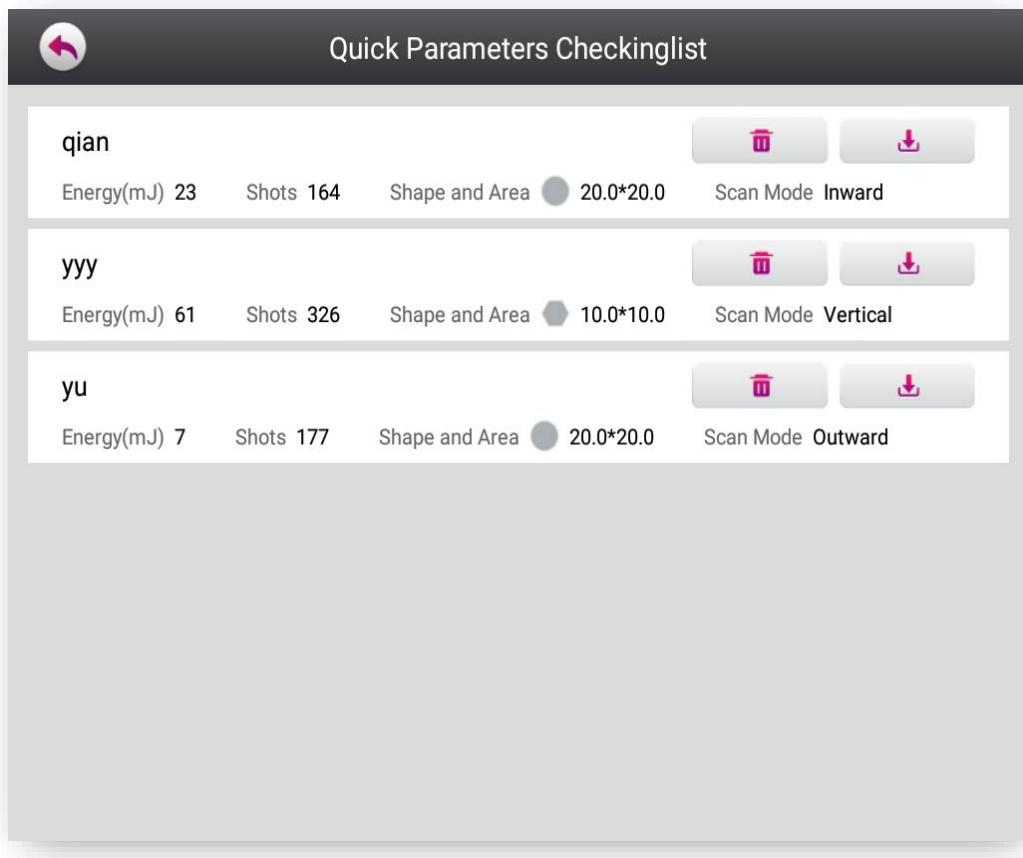

Figure 3-8
⑯ **Inquire shortcut parameter:** Jump to the parameter list (Figure3-8)